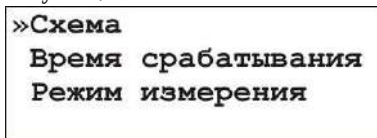

Рисунок 4.16 - Экран меню шторка
3. В меню "Шторка" (рис. 4.16) клавишами **▲, ▼** выбрать пункт "Схема" и нажать клавишу **✓**.
3. В меню "Шторка" (рис. 4.16) клавишами $\bar{\Delta}$, ∇ выбрать пункт "Время срабатывания" и нажать клавишу \checkmark .
3. В меню "Шторка" (рис. 4.16) клавишами $\bar{\Delta}$, ∇ выбрать пункт "Режим измерения" и нажать клавишу \checkmark .